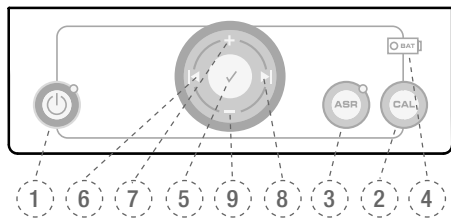

Abb. 4 Tastenfeld
- oder der Mikromotor wird gestartet, indem die Taste **BESTÄTIGEN** ✓ (5), Abb. 4 für 1,5 Sekunden gedrückt wird. Der Mikromotor kann durch Drücken einer beliebigen Taste oder durch Betätigen des Fußschalters wieder gestoppt werden. Um Batterie-strom beim Betrieb mit der Taste **BESTÄTIGEN** ✓ zu sparen, stoppt der Mikromotor automatisch nach 5 Minuten Nichtgebrauch.
Drücken Sie die Taste **AN/AUS**, um das Gerät auszuschalten. Die Batterie-LED (4), Abb. 4 leuchtet nicht, außer die Batterie wird geladen.
Die Kalibrierung **CAL** (2), Abb. 4 des Mikromotors stellt den Drehzahlwert jedes Mal automatisch ein, um die Genauigkeit des Drehmoments zu gewährleisten, wenn der Mikromotor ausgetauscht oder das Winkelstück ausgewechselt, autoklaviert und/oder geschmiert wurde.